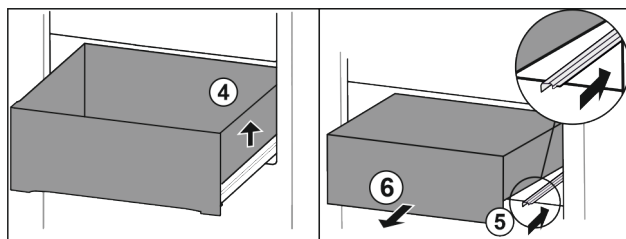

Fig. 15
- Приподнимите выдвижной ящик справа Fig. 15 (4).
- Вставьте правую направляющую Fig. 15 (5).
- Извлеките выдвижной ящик движением вперед Fig. 15 (6).